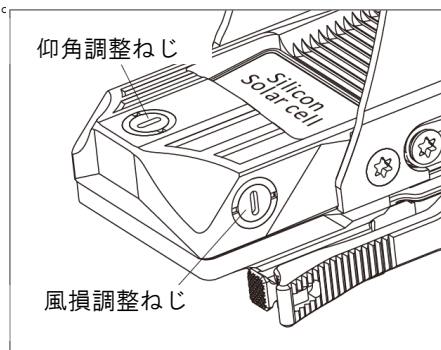

図 7
2. 仰角調整ねじは、サイト後側上部にあり、風損調整ねじはハウジング左側にあります。付属のレンチをねじ穴に差し込んで調整することができます（図7参照）。